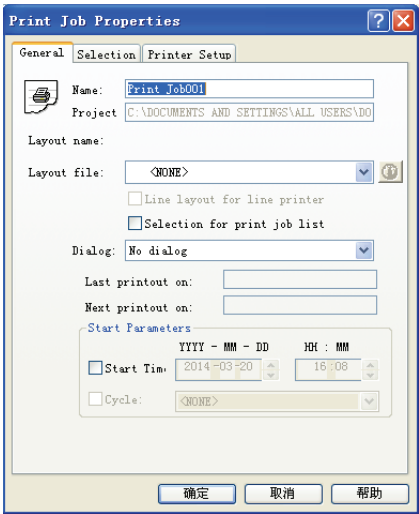

图 9-4 “Print Job Properties”对话框
3) 在文件窗口中选择新创建的打印作业，右键单击选择“Properties”选项，打开“Print Job Properties”对话框，如图 9-4 所示，它包括三个选项卡：General、Selection 以及 Printer Setup。